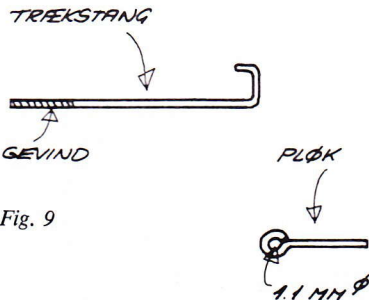

Fig. 9
Nu skal vi blot have fremstillet et nyt trækstangssystem. Her har jeg valgt at lave en ny trækstang samt en »pløk« af 1 mm pianotråd (fig. 9). Pløkken bores ind i roret og ilimes med enten epoxy eller cyanolit ca. 3 mm fra rorets underkant. Der laves et passende hul til trækstangen i listen (1), og der finjusteres. Endelig hængsles roret på overkanten med tape eller nylonbånd, flapper stikkes ind i lommer — fikses og færdig!